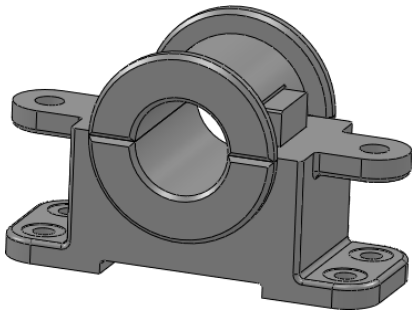

图 6-41 装配卡销
STEP 6 然后为卡销添加到轴承座底的“面与面”重合配合约束、“线与线”重合配合约束，以及到轴承座底的“面到面”重合配合约束，装配卡销，如图 6-41 所示。